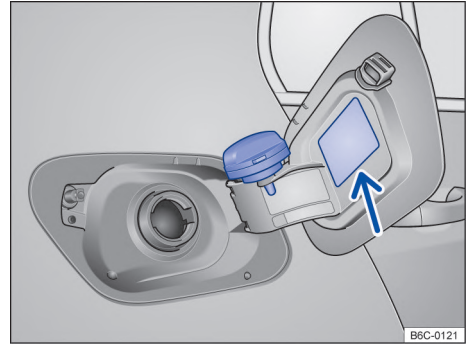

Fig. 161 Portezuela del depósito de combustible abierta con el tapón de cierre del depósito de combustible colgado.
- Retirar el tapón del depósito girándolo en sentido antihorario y encajarlo en el soporte de la tapa del depósito → **fig. 161**.